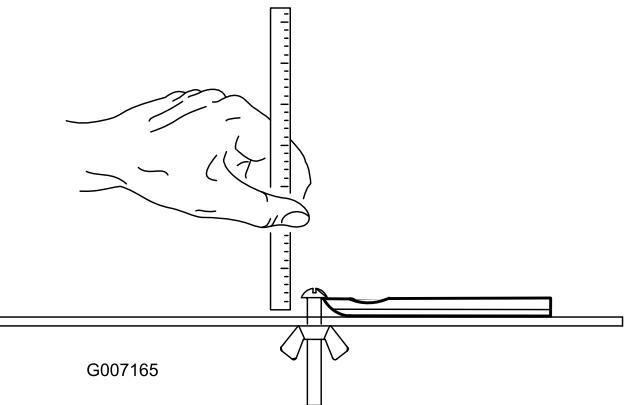

Figure 27
**Remarque:** Toutes les mesures de limite de service renvoient au bas de la contre-lame (Figure 27)